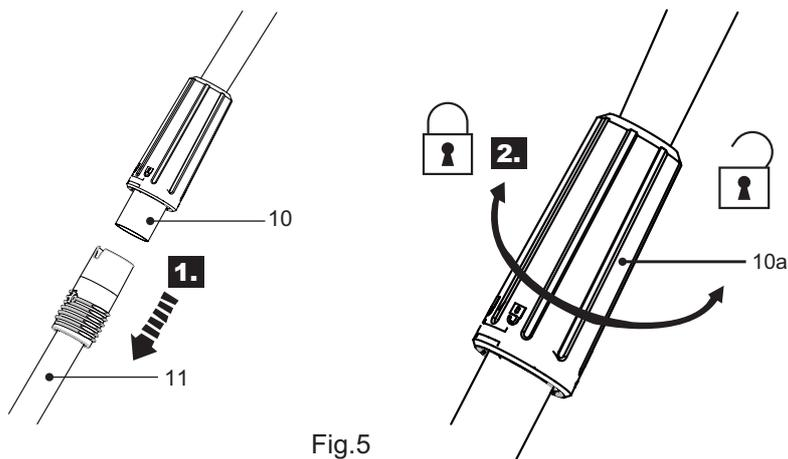

Fig.5
- > Insérez la rallonge de perche [10] dans la perche supérieure [11] (Fig. 5, étape 1). Fixez le raccord avec la bague de verrouillage [10a]. (Fig. 5, étape 2)